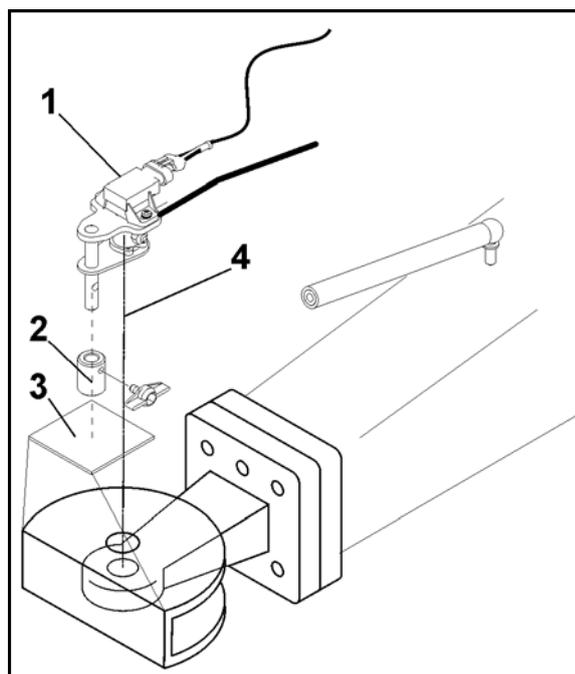

Fig. 132
- La separación entre el punto de acoplamiento y el sensor del ángulo de giro (Fig. 132/ X) debe ser lo más pequeña posible (sobre todo, cuando se utiliza una lanza de enganche).